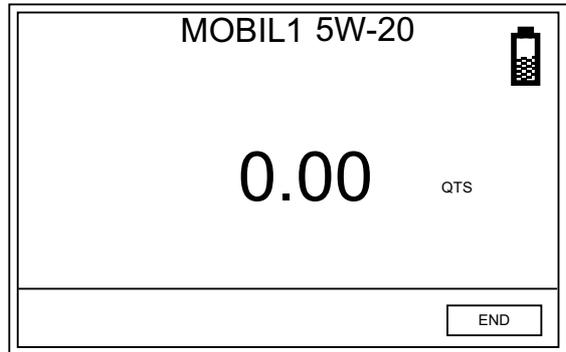

ABB. 31
4. Wenn der Abgabevorgang beendet ist, die EINGABE-Taste in der Mitte des Zähler-Tastenfelds drücken, um ENDE auszuwählen (ABB. 31).